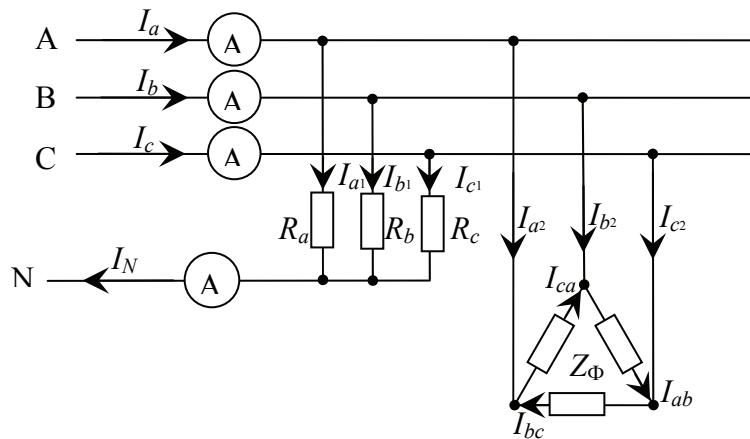

Рис. 3.5
**Задача 3.** К трехфазной линии с линейным напряжением  $U_L$  подключены: трехфазный симметричный приемник, соединенный треугольником, и группа однофазных приемников, соединенных по схеме «звезда» с нейтральным проводом (рис. 3.5). Комплексное сопротивление фазы симметричного приемника задано:  $\underline{Z}_\phi = Z_\phi e^{j\varphi_\phi}$ . Мощности, потребляемые однофазными приемниками, равны  $P_a, P_b, P_c$  при  $\cos\varphi = 1$  (табл. 3.3). Сопротивление нейтрального провода  $\underline{Z}_N$  пренебрежимо мало.